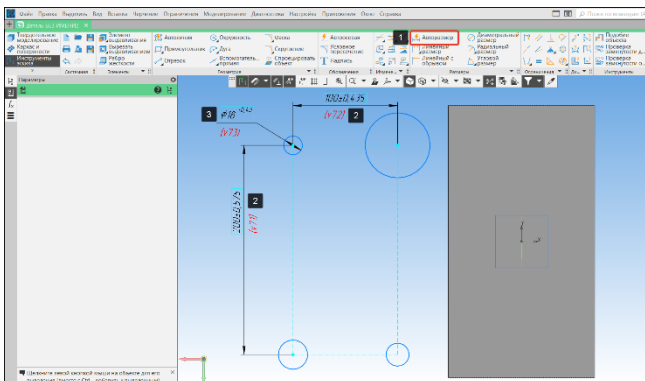

Рисунок 57 – Простановка размеров
- В панели Размеры выберем команду Авторазмер (1) и проставим линейные размеры между центрами окружностей согласно чертежу Вилка (2) (по горизонтали 100 мм., по вертикали 200 мм.), поставим диаметральный размер на окружности (диаметр 18 мм.) (3) (Рисунок 57);